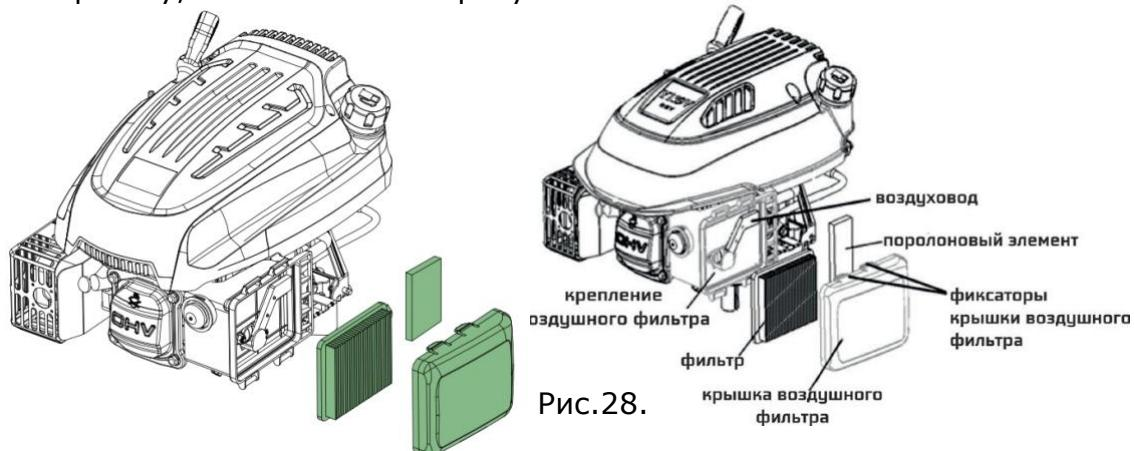

Рис.28.
5. Убедитесь, что все детали установлены правильно и закройте крышку, как показано на рисунке ниже Рис.28.